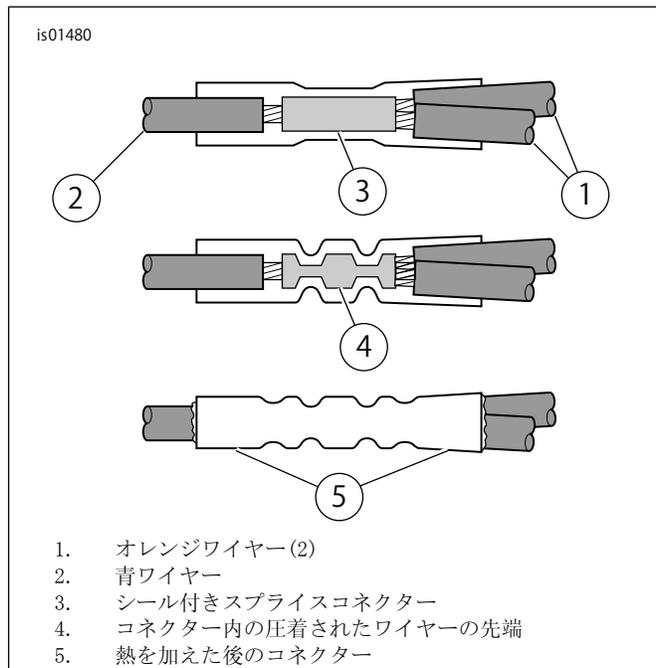

図2. シール付きスプライスコネクタの取り付け
- e. 「図2」を参照してください。ストップランプリレーの青色のワイヤー(2)とオレンジ色のワイヤー(1)の両方の端部を、キットのシール付きスプライスコネクター(3)に挿入します。
- g. 「図2」を参照してください。Ultratorch UT-100 (H-D 39969)、Robinair Heat Gun (Robinair ヒートガン) (H-D 25070) (Heatshrink Attachment (ヒートシュリンクアタッチメント) (H-D41183)を併用)、その他の適切な放射加熱装置のいずれかを使って、圧着した接合部に熱を当ててスプライスコネクションを密閉します。コネクター(5)の両端から密閉剤が融解して流出するまで、圧着部の中心から各末端に向かって熱を加えてください。コネクターを自然に冷やします。